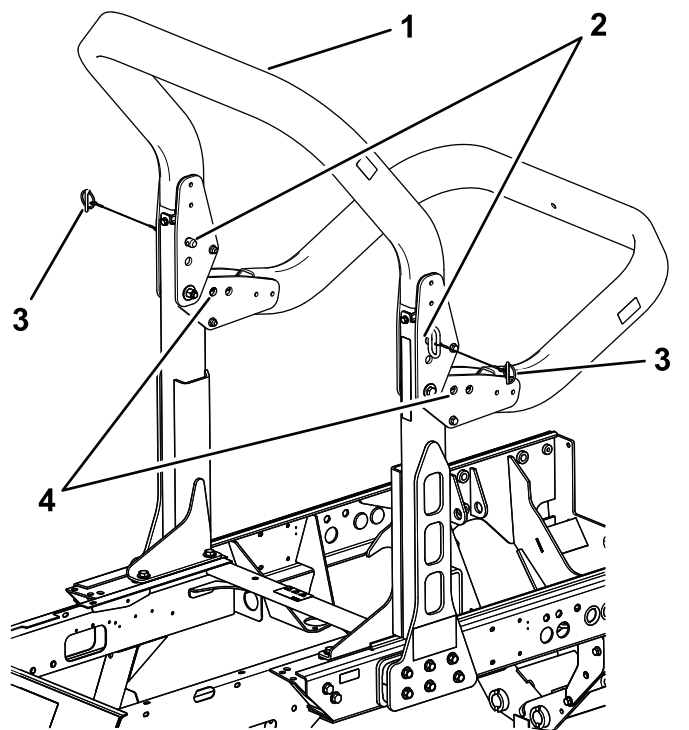

Figura 60
2. Sostenga el peso de la estructura superior de la barra antivuelco mientras retira los pasadores de seguridad y los pasadores de los soportes de giro (Figura 60).